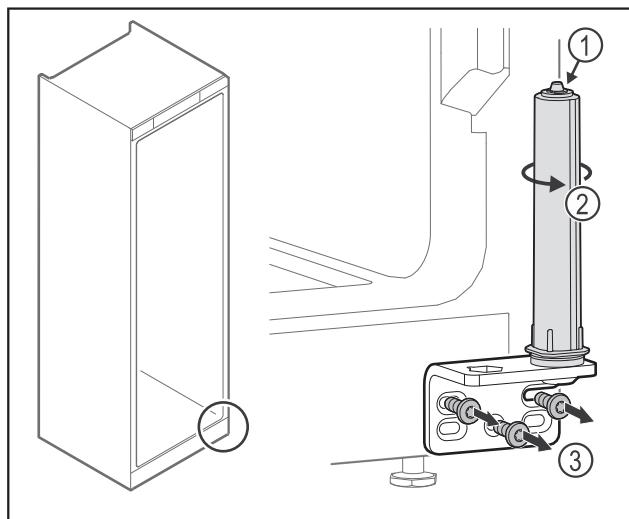

Fig. 31
- ▶ Не разбирайте систему закрытия двери Fig. 31 (1).
- Поворачивайте систему закрытия Fig. 31 (2) до щелчка.
- Отвинтите шарнирные уголки Fig. 31 (3).